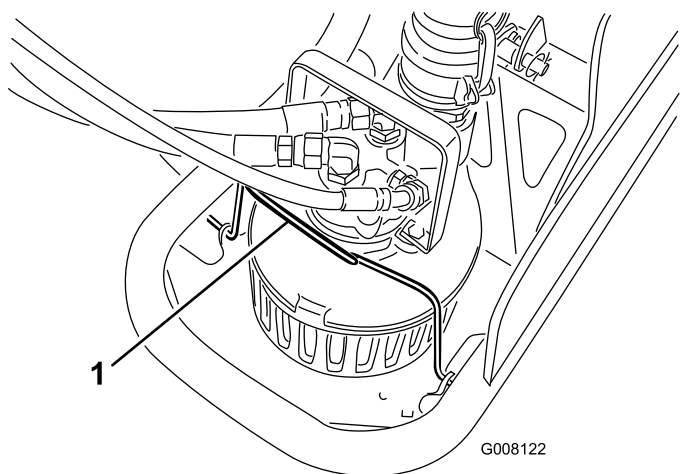
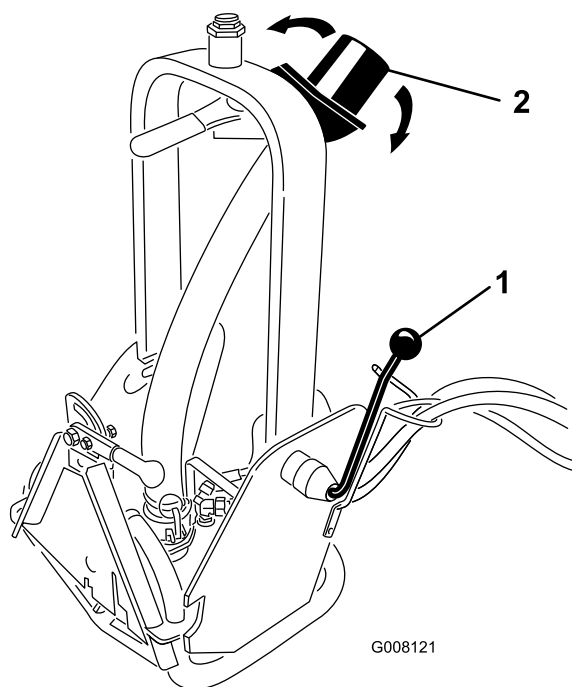

図 9
図 10
2. ポンプの運転を開始する前に、ポンプ・クランプ図 9 とロックアップ・ハンドル図 10 がしっかり固定されていることを確認する。